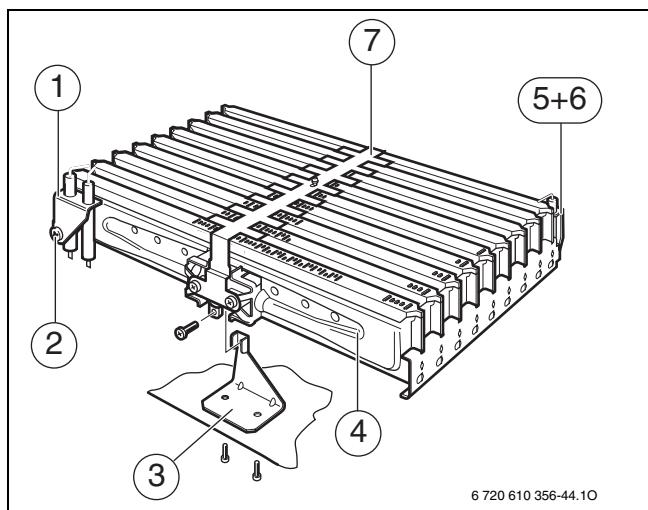

Рис. 43 Узел горелки
- ▶ Осторожно снять соединитель с запального электрода (1) (→ рис. 43).
- ▶ Осторожно вынуть штекерный соединитель на электроде контроля пламени (5).
- ▶ Отвинтить крепежный уголок (3).
- ▶ Ослабить накидную гайку под горелкой и осторожно снять узел горелки (4).